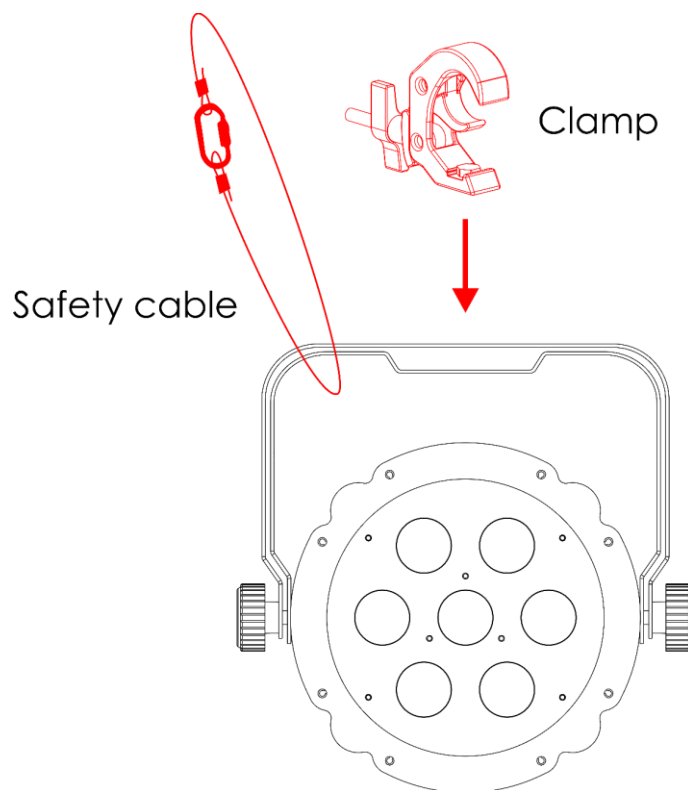

Fig. 07
- 01) Utilice una abrazadera para montar el dispositivo en la estructura de soporte como se muestra en la Fig. 07. Asegúrese de que el dispositivo no puede moverse libremente.
- 02) Asegure el dispositivo con una suspensión secundaria; por ejemplo, con un cable de seguridad. Compruebe que la suspensión secundaria puede soportar 10 veces el peso del dispositivo. Si es posible, la suspensión secundaria debe fijarse a una estructura de soporte independiente de la suspensión primaria. Coloque el cable de seguridad alrededor del **soporte de montaje (03)**, como se muestra en la Fig. 07.